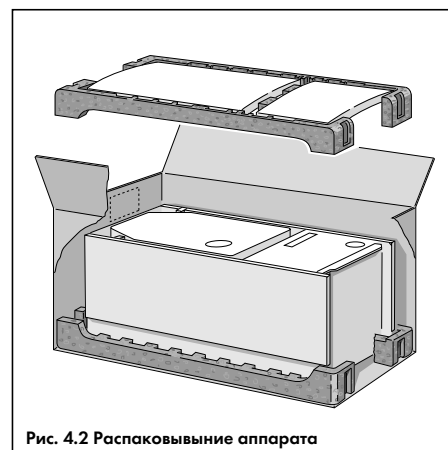

Рис. 4.2 Распаковывание аппарата
4.2.2 Распаковывание котла (рис. 4.2)